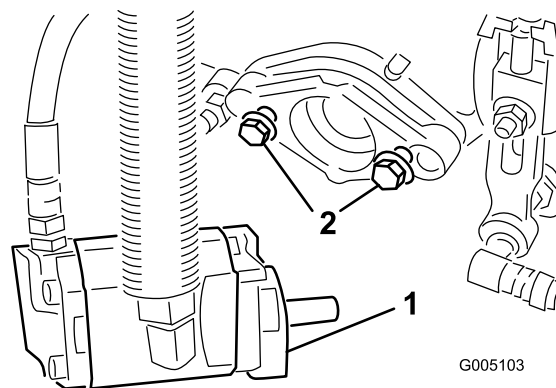

Figura 10
7. Montate i bulloni di fissaggio del motore principale del cilindro su ciascun apparato di taglio. Lasciate sporgere 13 mm circa di filetto dei prigionieri di montaggio (Figura 10).
11. **Serrate i bulloni di fissaggio** (Figura 10).